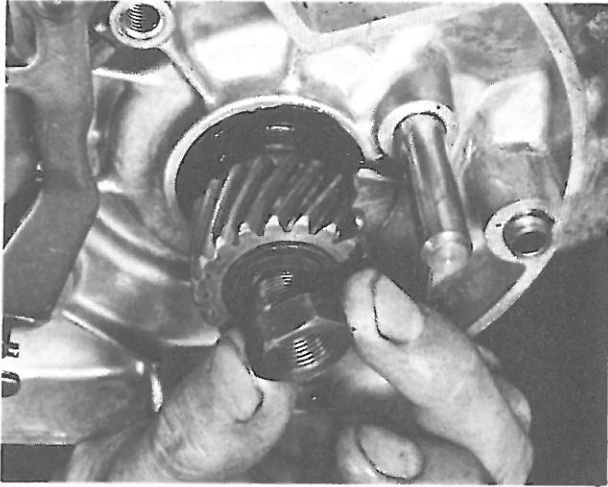

**Bild 57**
- Halteschrauben des Klinkenhebels (Bild 57) und dessen Rückholfeder lösen, Hebel ausbauen.